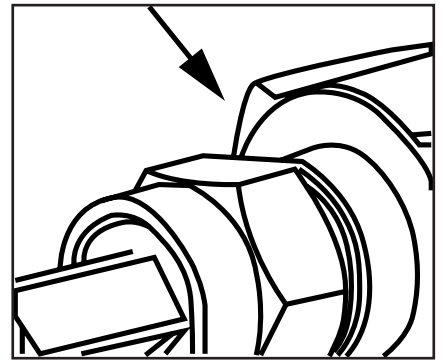
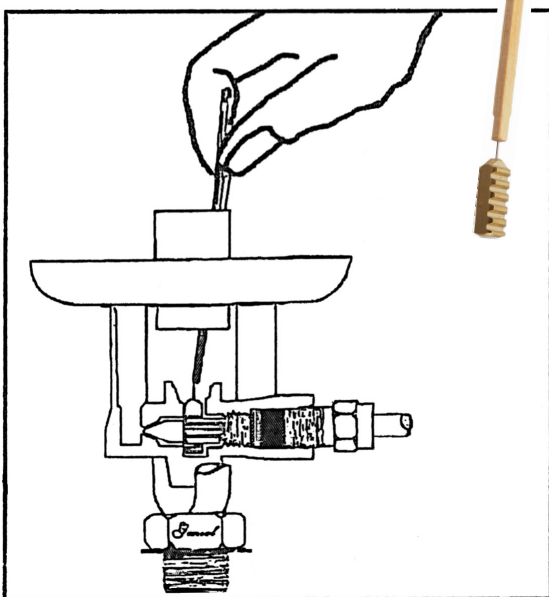
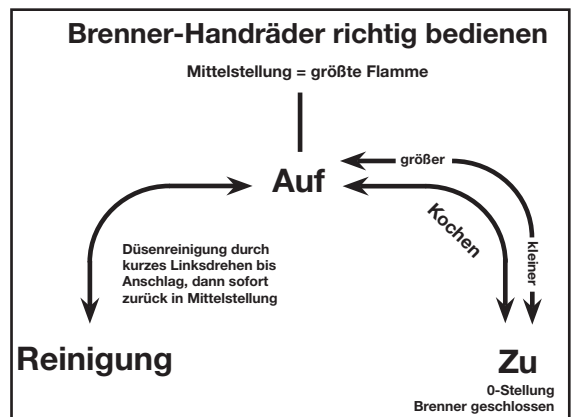

Abb.3
Abb.4
Abb.5
❶ Die Verwendung und Montage des HANSE №1 Regulierbrenners ist nur von technisch versierten und mit der Funktion und Handhabung von druckbetriebenen Petroleumbrennern vertrauten Personen vorzunehmen. Andernfalls lassen Sie den Brenner von einer Fachwerkstatt montieren. Zur Montage des Brenners benötigen Sie mindestens folgende Werkzeuge: Düsenschlüssel, Maulschlüssel SW 10 + 19; hilfreich ist auch eine stumpfe Pinzette.
❷ Die Schachtel enthält neben dieser Anleitung den fertig montierten Brenner sowie einen Satz Montageteile (6-teilig, bestehend aus: 3.01, 3.02, 2x 3.03, 3.04, 3.05). Vergewissern Sie sich, daß der Inhalt vollständig und unversehrt ist. Der Gewindestutzen des Brenners besitzt ein auf 1/20 mm genaues Feingewinde und ist sehr empfindlich. Kontrollieren Sie diesen auf etwaige Beschädigungen.
❸ Nach dem Entleeren des Gerätebehälters und der Demontage des auszuwechselnden Brenners wählen Sie die für Ihr Gerät geeignete neue Aluminium Dichtung (Teil 3.02 oder 3.04) aus dem 6-tlg. Montageteile Satz aus und legen Sie diese in das zwischenstück/Anschlußstück Ihres Gerätes. Stecken Sie eine der beiden grünen Dichtungen (Teil 3.03) auf das Gewinde unter dem Sechskant. Verschrauben Sie den Brenner vorsichtig und gerade mit Ihrem Gerät. Sollte die Montage einer separaten Vorwärmschale vorgesehen sein, wird gegebenenfalls eine weitere grüne Brennerdichtung (Teil 3.03) zwischen Vorwärmschale und Anschlußstück eingesetzt. Vor dem endgültigen Festschrauben, richten Sie die Bedienspindel entsprechend Ihres Gerätes so aus, daß die Regulierspindel (Teil 2.05) in der für die Bedienung optimalen Position steht.
❹ Nach der Montage des Brenners vergewissern Sie sich, daß die Innenkappe (Teil 2.02) gerade auf dem Mittelrohr (Teil 1.03) und bündig auf der Brennerschale (Teil 1.04) aufliegt. Die Außenkappe (Teil 2.01.) wird so auf die Brennerschale gesetzt, daß beide Aussparungen am Rand der Außenkappe (Teil 2.01) gegen die Arretierhaken (Laschen) der Brennerschale (Teil 1.04) stehen. Durch Rechts- oder Linksdrehung schiebt sich der untere Rand der Außenkappe (Teil 2.01) unter die Laschen. Kontrollieren Sie, daß die Spindelmutter (Teil 2.08) fest in das Brennergehäuse (Teil 1.10) eingeschraubt ist. Ein leichtgängiges Drehen am Handrad sollte möglich sein. Die Spindelmutter darf sich aber nicht mit herausdrehen. Die Düse (Teil 2.03) mittels Düsenschlüssel auf festen Sitz prüfen. Schieben sie das Handrad auf die Regulierspindel (Teil 2.05) und fixieren Sie dieses mit dem mitgelieferten Edelstahlsplint (Teil 3.01). Kontrollieren Sie die Regulierbarkeit des Brenners und die Reinigungsstellung der Reinigungsnadel (Teil 2.04). In der Position „REINIGUNG“ muß der Draht der Reinigungsnadel ein kleines Stück, aus der Düse herausragen.
❺ Wenn Sie alle vorgenannten Prüfungen durchgeführt haben, schließen Sie den gegebenenfalls vorher ausgeleerten Tank und setzen Sie diesen mittels der integrierten Pumpe unter Druck (1,5 - 1,8 bar). Wiederholen Sie die vorgenannten Kontrollprüfungen insbesondere der Nadel (Teil 2.04) und beobachten Sie den Luftauslaß an Düse (Teil 2.03) und Regulierspindel (Teil 2.05). Stellen Sie einen Luftstrom in der Regulierspindel (Teil 1.05) bzw. der Spindelmutter (Teil 2.08) fest [Abb. 3], muß die Spindelmutter (Teil 2.08) mit dem Maulschlüssel SW 10 im Uhrzeigersinn nachgezogen werden. (Auf einer gedachten Uhr ca. 5 min Weg), [Abb. 3], Wiederholen Sie die Kontrolle.
❻ Nach Abschluß der Kontrollprüfungen drehen Sie das Handrad anschließend wieder ganz nach rechts. Der Brenner ist geschlossen. (siehe Skizze Handradbedienung), [Abb. 5]. Füllen Sie Petroleum ein, bauen Sie Druck im Behälter mit der Pumpe auf und wärmen Sie den Brenner mit Hilfe von Spiritus, Anzündpaste, Kamin-Gel, Trockenspiritus-Tabletten oder einer integrierten Vorwärmeinrichtung vor. Die Vorwärmzeit sollte je nach Umgebungstemperatur ca. 2½ - 3 Minuten betragen.
❼ Denken Sie daran, den Betrieb von Geräten mit Brennern dieser Art nicht in geschlossenen Räumen vorzunehmen: Suchen Sie zum Testen und Ausprobieren eine windgeschützte Stelle im Freien auf. Damit Petroleum vergasen kann und eine entsprechend hohe Leistung erbringen kann, muß der Brenner an der Düse (Teil 2.03) eine Betriebstemperatur von ca. 200°C erreicht haben. Liegt die Temperatur darunter, war die Vorwärmzeit zu kurz, und das Petroleum verbrennt mit rußender, gelber Flamme. In diesem Falle muß der Vorwärmvorgang wiederholt werden, allerdings erst, nachdem der Brenner abgekühlt ist und keine kleine Restflamme mehr zu sehen ist. Kurz vor Ablauf der Vorwärmzeit (Vorwärmflamme ist noch nicht erloschen) das Handrad langsam nach links drehen. Der Brenner zündet selbständig und brennt mit blauem Flammenkranz.
❽ Innerhalb der ersten 10 - 15 Betriebsminuten ist ein Flammenbild mit gelbem oder rotem Kranz nicht ungewöhnlich. Hier verbrennen gegebenenfalls noch Rückstände der Montage-, Prüf-, und/oder Spülflüssigkeit aus dem Fertigungsprozeß.
❾ War die zum Vorwärmen verwendete Menge Spiritus nicht ausreichend, oder die Windverhältnisse waren ungünstig, kann es passieren, daß der Brenner mit hoher, gelber und rußender Flamme brennt. Drehen Sie in diesem Fall den Brenner zu, lassen den Behälterdruck ab und das ausgetretene flüssige Petroleum vollständig ausbrennen.
❿ Ehe Sie den Vorwärmvorgang wiederholen, vergewissern Sie sich, daß das ausge-
tretene Petroleum vollständig verbrannt ist und keine weitere Flammen festzustellen sind. Sollte an der Spindelmutter (Teil 2.08) [Abb. 3] eine kleine, ca. 1 cm hohe Flamme austreten, die Spindelmutter (Teil 2.08) wie oben unter ❶ beschrieben nachziehen (kann auch während der Inbetriebnahme geschehen).
❶ Bei der ersten Inbetriebnahme des Brenners läßt sich das Handrad verhältnismäßig schwer drehen, da die Spindelpackung (Teil 2.07) zur Abdichtung der Regulierspindel (Teil 2.05) stark gequetscht wird. Bei mehrmaliger Anwendung läßt sich das Handrad leichter drehen, da die aus Graphit bestehende Packung (Teil 2.07) die Spindel „schmiert“.
❷ Bei längerer Brenndauer können sich auf der Düse (Teil 2.03) Rußrückstände absetzen, abhängig von der Intensität der Benutzung und vor allem der Qualität des verwendeten Petroleums. Drehen Sie das Handrad vor oder nach der Inbetriebnahme ein- bis zweimal nach links in die Position „REINIGUNG“ und wieder zurück in die Position „AUF“ oder ganz nach rechts in die Position „ZU“. Der Draht der Reinigungsnadel (Teil 2.04) entfernt bei diesem Vorgang eventuelle Rußrückstände in und auf der Düse.
❸ Regulieren Sie die Brennerleistung nicht über die maximale Leistung hinweg kleiner, indem Sie das Handrad weiter in Richtung der Position „REINIGUNG“ drehen. Die Regulierung der Flammenhöhe bzw. der Brennerleistung erfolgt ausschließlich zwischen der Position „AUF“ und „ZU“ [Abb. 5]. Ist der Brenner längere Zeit in der Position „REINIGUNG“ in Betrieb, brennt der Draht der Reinigungsnadel (Teil 2.04) in der Düsenbohrung fest und wird beim Zurückdrehen des Handrades vom Nadelträger abgerissen. In diesem Fall müssen Düse (Teil 2.03) und Düsennadel (Teil 2.04) erneuert werden. Hierzu Punkt ❹ und [Abb. 4].
❹ Schließen Sie den Brenner nach Beendigung des Kochvorganges durch Rechtsdrehen des Handrades bis zum Anschlag. Der Brenner ist geschlossen und die Flamme erlischt. Nach Beendigung des Kochvorganges lassen Sie den Druck im Behälter vollständig entweichen und drehen den Behälterdeckel wieder fest zu.
❺ Zur Verbesserung der Vorwärmleistung bei widrigen Umständen ist dem Brenner ein Vorwärmdocht aus Glasfaservlies (Teil 3.05) beigelegt. Die Montage in der Vorwärmschale kann auch nachträglich erfolgen. Schneiden sie hierzu den Docht vom Rand bis zum Loch an einer Seite auf. Der Docht kann jetzt um den Sechskant des Brennergehäuses (Teil 1.10) gelegt werden. Wenn Sie die Vorwärmschale mit Spiritus füllen, wird dieser von dem Docht aufgesogen. Die Vorwärmzeit verlängert sich zwar etwas, aber der Spiritus wird in der Schale gebunden.
❻ Auswechseln der Reinigungsnadel (Teil 2.04): Brennerdüse (Teil 2.03) mit Düsenschlüssel heraus drehen. Handrad ganz nach links drehen und Reinigungsnadel (Teil 2.04) mit Pinzette herausnehmen. Handrad wieder ganz nach rechts bis zum Anschlag drehen. Neue Reinigungsnadel (Teil 2.04) mit einer Pinzette greifen, oder den Draht der Reinigungsnadel (Teil 2.04) auf ein Streichholz stecken und so von oben in das Mittelrohr (Teil 1.03) führen [Abb. 4], daß die Verzahnung der Reinigungsnadel (Teil 2.04) gegen die Verzahnung der Regulierspindel (Teil 2.05) steht. Das Handrad langsam nach links drehen, so daß die Spindelverzahnung über die Nadelverzahnung springt und jeweils ein „Klicken“ zu hören ist. Nach 4-maligem „Klicken“ das Handrad wieder langsam nach rechts bis zum Anschlag drehen. Die Reinigungsnadel wird in das Brennergehäuse (Teil 1.10) gezogen. Bei korrekter Montage der Reinigungsnadel (Teil 2.04) muß der Brenner in der Position „Zu“ die Petroleumzufuhr unterbrechen (Draht der Reinigungsnadel darf nicht zu sehen sein), in der Position „Auf“ ist die Petroleumzufuhr voll geöffnet (Draht der Reinigungsnadel darf nicht zu sehen sein), in der Position „Reinigung“ ist die Petroleumzufuhr gedrosselt (Draht der Reinigungsnadel steht aus der Düse heraus), Düse (Teil 2.03) mit Pinzette auf das Düsengewinde des Brenners setzen und mit Düsenschlüssel aufschrauben und vorsichtig anziehen. Nach der Montage der Düse die Funktion des Brenners in trockenem, drucklosen Zustand wie unter ❶ beschrieben testen.